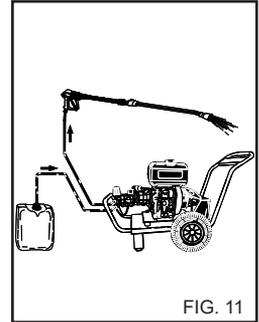

FIG. 11
- 4) Depois da utilização do detergente, enxágue o circuito de sucção; enfie o tubo de sucção (fig.11) de detergente num tanque contendo água limpa e faça com que a bomba funcione por 1 minuto com a lança em fase de saída de detergente.